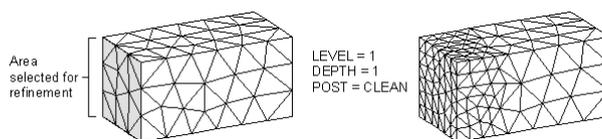

图 5-75 加密指定面处的网格
5) 【Areas】：加密指定面附近处的网格，如图 5-75 所示。